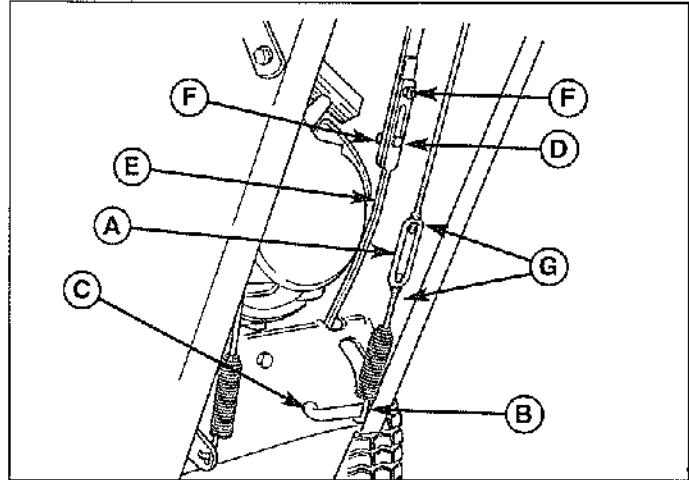

Figure 15. Timonerie du sélecteur de vitesse et de l'entraînement de la fraise
1. Desserrer les deux écrous (F, Figure 15).
3. Pousser la tringle inférieure dans logement et serrer les deux écrous. Ne pas tirer ou pousser sur les tringles pendant le serrage. Vérifier que les épaulements des boulons (D) sont dans les trous oblongs.
1. Lorsque le levier de commande est relâché, le crochet (B, Figure 15) doit à peine toucher le levier (C) sans le soulever. Il peut y avoir un jeu de 0,8 mm maximum.
2. Pour régler la tension, desserrer les deux écrous (G) et tenir la tringle inférieure pour l'empêcher de tourner. Faire tourner le tendeur vers la droite pour abaisser le ressort ou vers la gauche pour le relever.